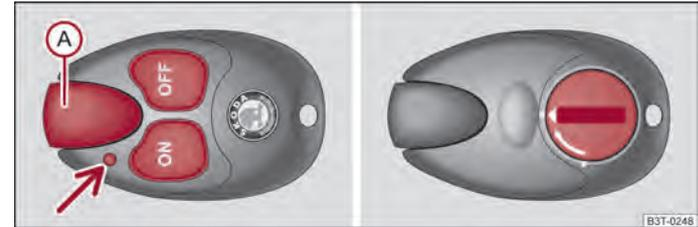

Abb. 113 Zusatzheizung: Funk-Fernbedienung/Unterseite der Funk-Fernbedienung mit der Batterieabdeckung
Die wirksame Reichweite beträgt bei geladener Batterie bis zu 600 m. Zum Ein- oder Ausschalten der Zusatzheizung halten Sie die Funk-Fernbedienung senkrecht, mit der Antenne  ⇒ Abb. 113 nach oben. Die Antenne dürfen Sie dabei nicht mit den Fingern oder der Handfläche überdecken. Hindernisse zwischen der Funk-Fernbedienung und dem Fahrzeug, schlechte Witterungsverhältnisse und eine schwächer werdende Batterie können die Reichweite deutlich verringern.
Die Kontrollleuchte in der Funk-Fernbedienung ⇒ Abb. 113 zeigt nach einem Tastendruck an, ob das Funksignal von der Zusatzheizung empfangen wurde und ob die Batterie ausreichend geladen ist. ▶
Wenn die Kontrollleuchte der Funk-Fernbedienung eine schwache oder entladene Batterie anzeigt, ⇒ **Abb. 113**, muss diese gewechselt werden. Die Batterie befindet sich unter einem Deckel auf der Rückseite der Funk-Fernbedienung.
- Stecken Sie in den Spalt des Batteriedeckels einen flachen, stumpfen Gegenstand, z. B. eine Münze, drehen Sie ihn entgegen der Pfeilrichtung bis zur Markierung und entriegeln Sie den Deckel ⇒ **Abb. 113** - rechts.